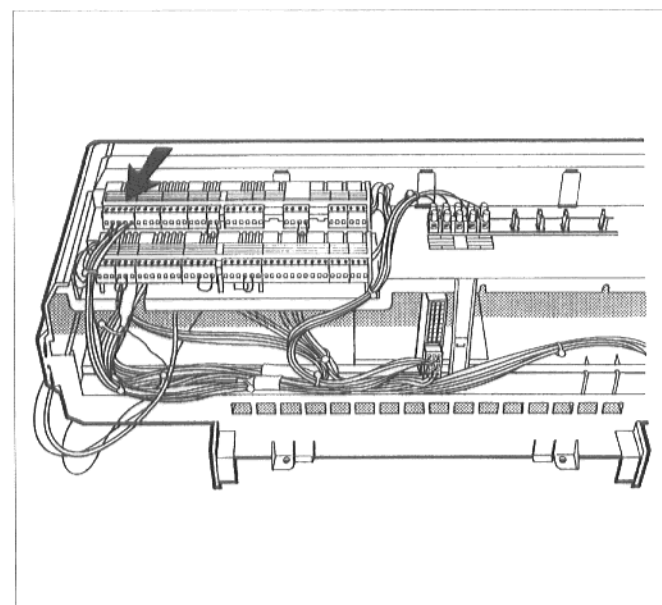

Abb. 6: Stecker einstecken
- Blindstecker mit Brücke mit einem Schraubendreher abhebeln und farbigen Stecker von Modul 065 einstecken (Abb. 6). Siehe Schaltplan!